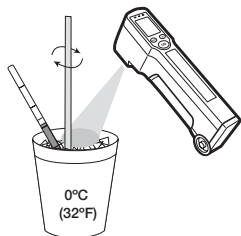

Figura 10
3. Continúe revolviendo el agua con un popote o varilla agitadora mientras se toman medidas simultáneas con el termómetro de referencia y el termómetro infrarrojo, sosteniendo la unidad a 3 pulgadas de la superficie del agua (**Figura 10**). Para asegurar la exactitud de la medición la punta de la sonda debe estar sumergida un mínimo de 12mm (1/2").